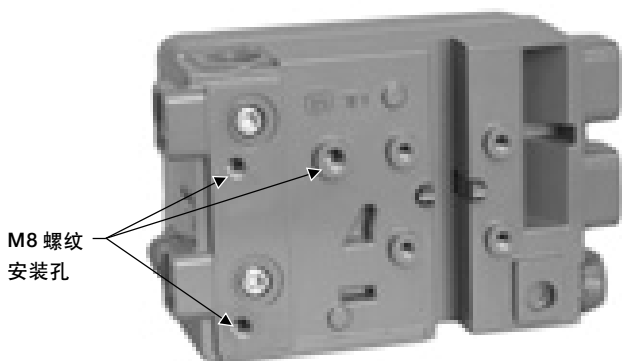

图 2-6. 用于直行程执行机构的安装孔
7. 用安装螺栓将数字式控制器固定到安装支架上。见图 2-6。